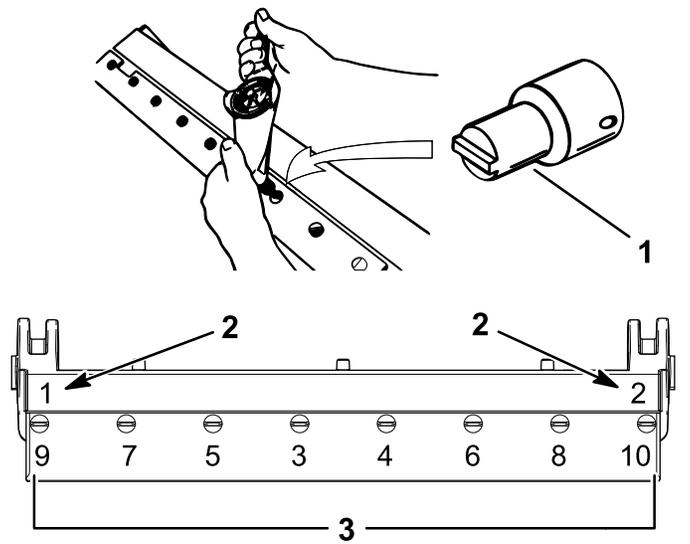

**Figura 35**
3. Aplique composto antigripagem nos parafusos e instale a lâmina de corte na barra de apoio da seguinte forma (Figura 35):
- A. Aperte os dois parafusos exteriores com 1 N·m; consulte a Figura 35.
B. Trabalhando a partir do centro da lâmina, aperte os parafusos com 23 a 28 N·m; consulte a Figura 35.